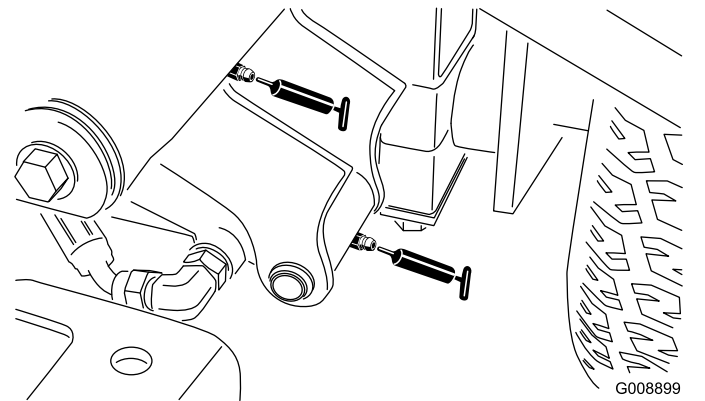

Bild 36
- 2 linke vordere Hubarm-Drehbüchsen und Hubzylinder (Bild 36)